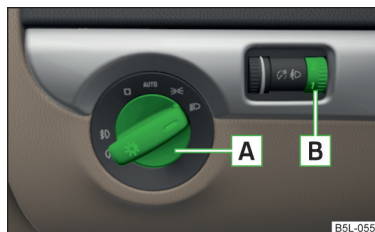

Fig. 25
En los vehículos con **dirección a la derecha**, la disposición de los elementos de manejo se diferencia en parte de la disposición mostrada en » **fig. 25** de la página 50. Los símbolos que marcan las posiciones de los elementos de manejo son iguales.
Posiciones del conmutador de luces **A** » **fig. 25**.
Girando el regulador giratorio  » fig. 25 de la posición — a , se adapta paulatinamente la regulación del alcance luminoso y se acorta así el cono de luz.
- ✓ El conmutador de luces  se encuentra en la posición 0 o **AUTO** » fig. 25 de la página 50.